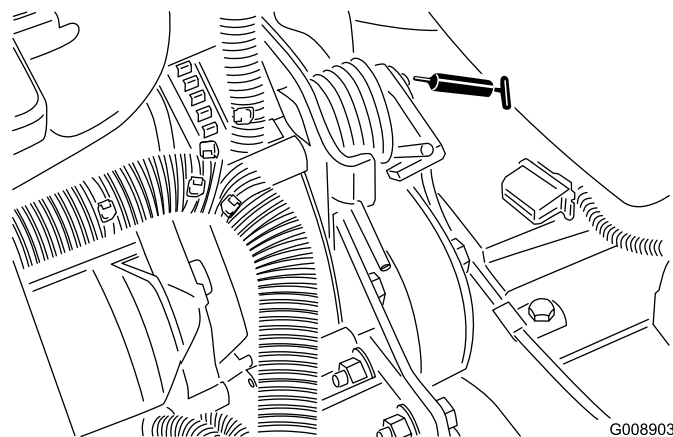

Figura 53
- Pivote tensor de la correa (Figura 53)